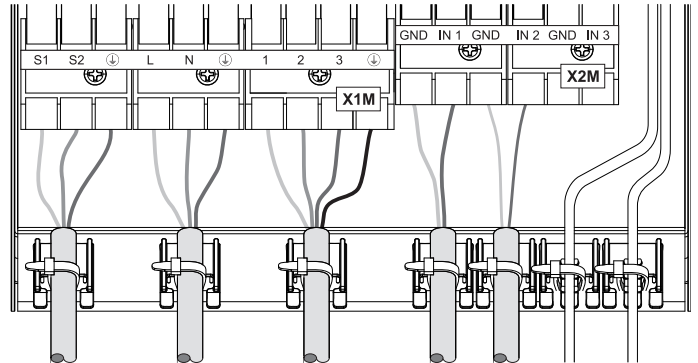

Bild 3-8 Zugentlastung durch Kabelbinder
- Für alle an die DAIKIN EKHHP angeschlossenen Kabel muss im Regelungsgehäuse mittels Kabelbinder eine wirksame Zugentlastung sichergestellt werden (siehe Bild 3-8 bis 3-10).